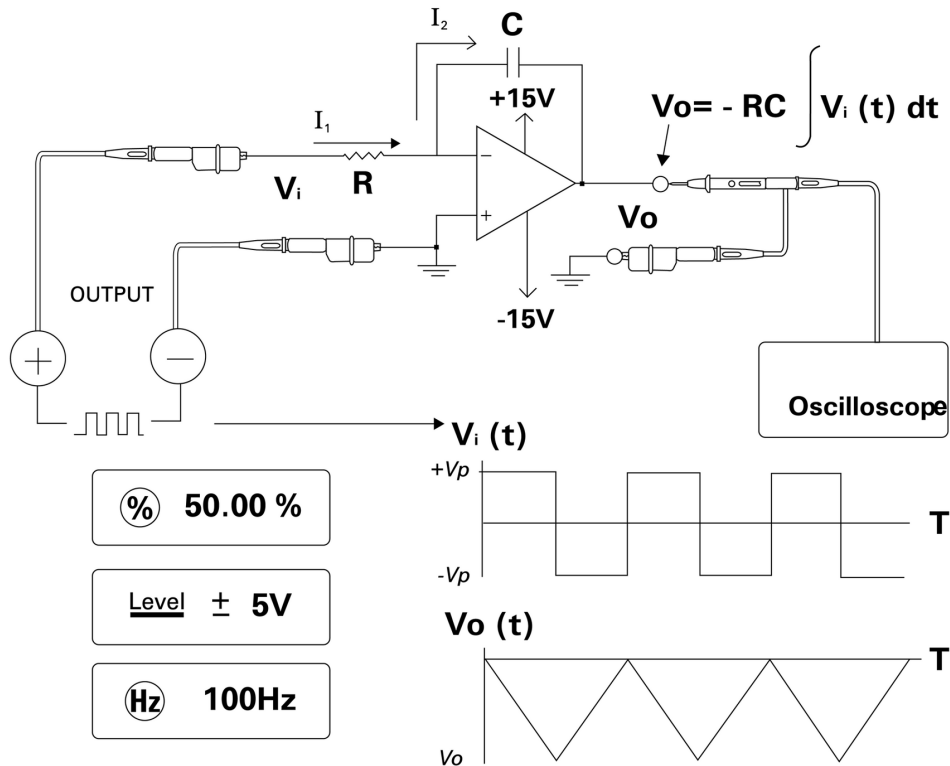

Figura 5-15 Conversão de onda quadrada para onda triangular
O circuito integrante da Figura 5-15 na página 112 produz uma tensão de saída proporcional ao integral da tensão de entrada.
- 3 Conecte o amplificador operacional como na Figura 5-15 na página 112.